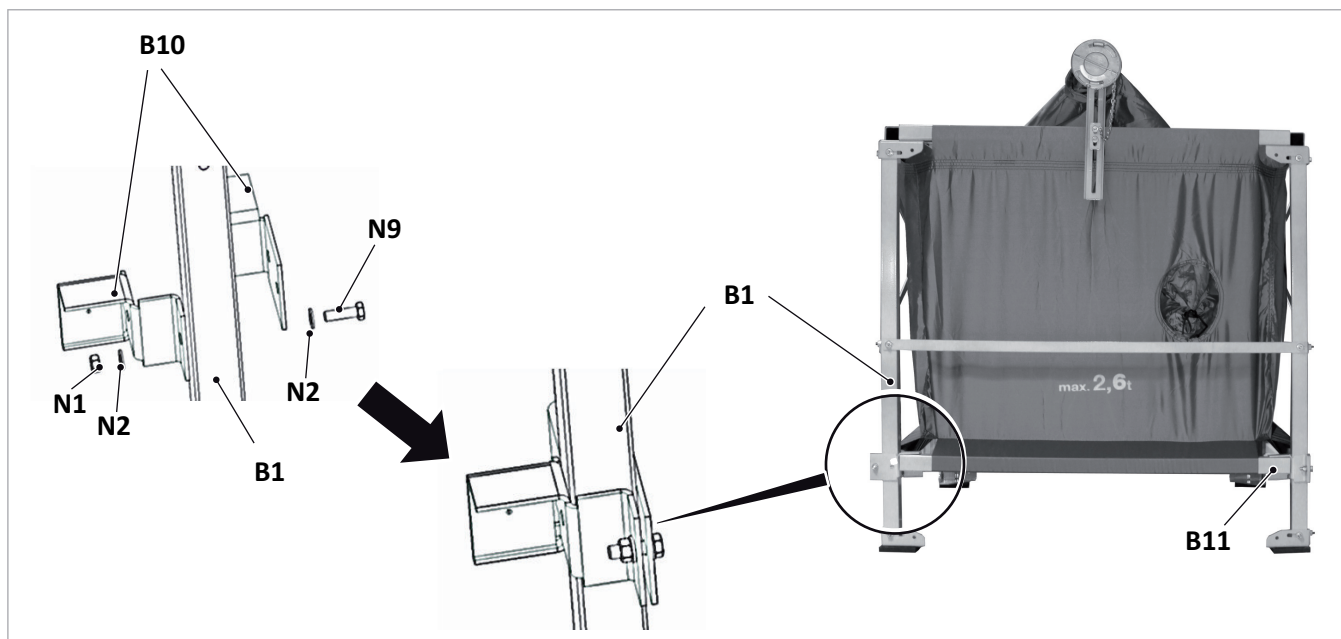

Abb. 79: Spreizriegelhalter anbringen
2. Spreizriegelhalter lose an die Stützen montieren (vgl. → Abb. 79) und Spreizriegel einhängen.
3. Auf die Spreizriegel treten und diese nach unten drücken (1), um das Gewebe zu spannen. Die Spreizriegelhalter entsprechend nachführen und die Position durch Festziehen der Spreizriegelhalter fixieren (2).